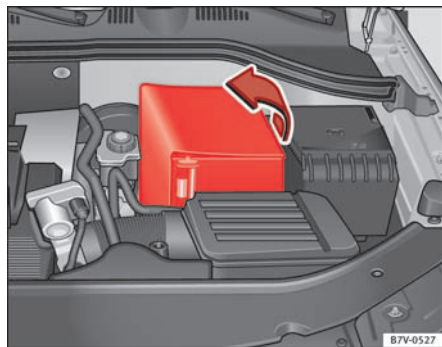

Fig. 171 I motorrummet: Sådan klappes manchetten til bilens batteri op.
- *I tilfælde af en manchete:* Klap afdækningen til siden og væk ⇒ Fig. 171.